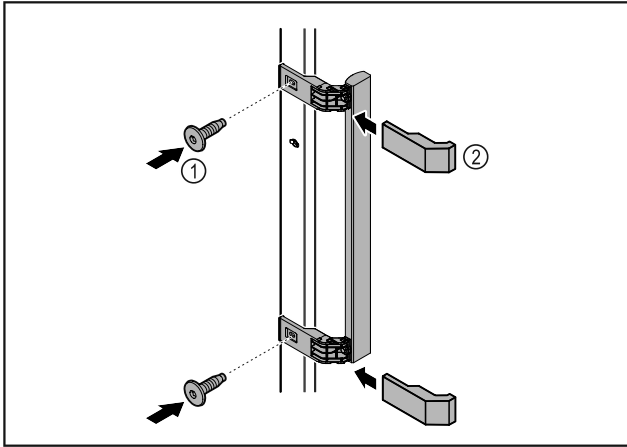

Fig. 9
- Kiinnitä oheispakkauksessa oleva kahva mukana olevilla ruuveilla Fig. 9 (1) oven.
- Aseta suojus Fig. 9 (2) paikalleen.